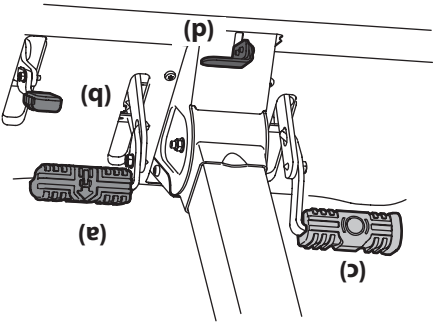

Figure 3-3
1. Pour vous déplacer en MARCHE AVANT, appuyez lentement sur la pédale d'accélérateur (a) jusqu'à l'obtention de la vitesse désirée. Voir la Figure 3-3.
6. Pour vous déplacer en MARCHE ARRIÈRE, assurez-vous qu'il n'y a pas d'obstruction derrière vous, puis appuyez lentement sur la pédale d'accélérateur avec la plante de votre pied (et pas votre talon) jusqu'à l'obtention de la vitesse désirée. Voir la Figure 3-3.